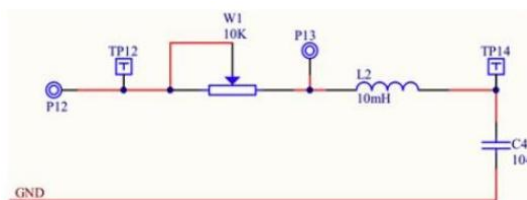

图 3: RLC 串联电路连接示意图
本实验研究的对象是二阶 RLC 串联电路, 其阶跃响应与冲激响应的电路连接如图 3 所示。根据电阻 R 、电感 L 和电容 C 的取值不同, 系统的响应会呈现出三种不同的状态:
- (b) 按照图 3 (a) 所示, 使用导线将模块 S2 的方波信号输出端 P2 连接至模块 S5 的输入端 P12。
- 1. **电路连接：**按照图 3 (b) 所示连接电路。将模块 S2 输出的 500 Hz 方波信号接入模块 S5 的 P10 输入端。